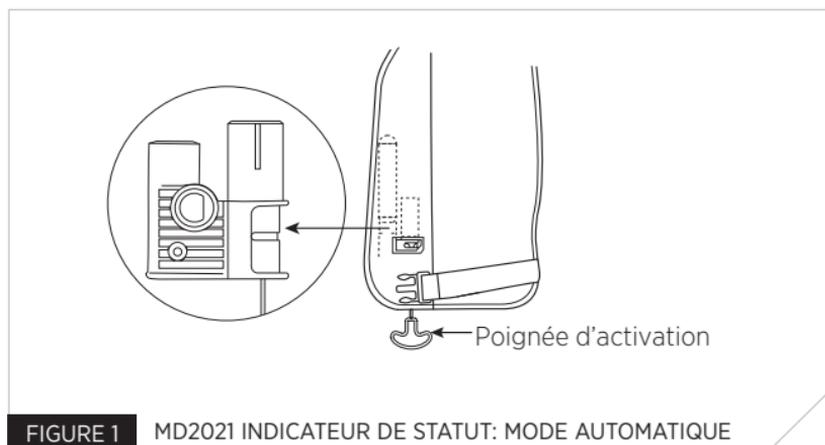

FIGURE 1 MD2021 INDICATEUR DE STATUT: MODE AUTOMATIQUE
1. Examinez l'indicateur de statut du système de gonflage de votre VFI à travers la fenêtre (Fig. 1). Assurez-vous que la couleur de l'indicateur est verte. Si l'indicateur affiche la couleur rouge, le mécanisme de gonflage a été déclenché ou n'est pas correctement armé (voir Réarmer votre VFI en mode Automatique, page 9, ou Réarmer votre VFI en mode Manuel, page 12).
5. Assurez-vous que l'indicateur de statut est vert et que la poignée pend à l'extérieur du VFI (Fig. 1). Refermez les bandes Velcro™ de chaque côté du VFI.
- Assurez-vous que la poignée de gonflage pend à l'extérieur (Fig. 1)
3. Examinez l'indicateur de statut (Fig. 1). Si l'indicateur est rouge, le mécanisme a été activé ou n'est pas adéquatement armé et le système de gonflage doit être réarmé (voir Réarmer votre VFI en mode Automatique, page 9, ou Réarmer votre VFI en mode Manuel, page 12).